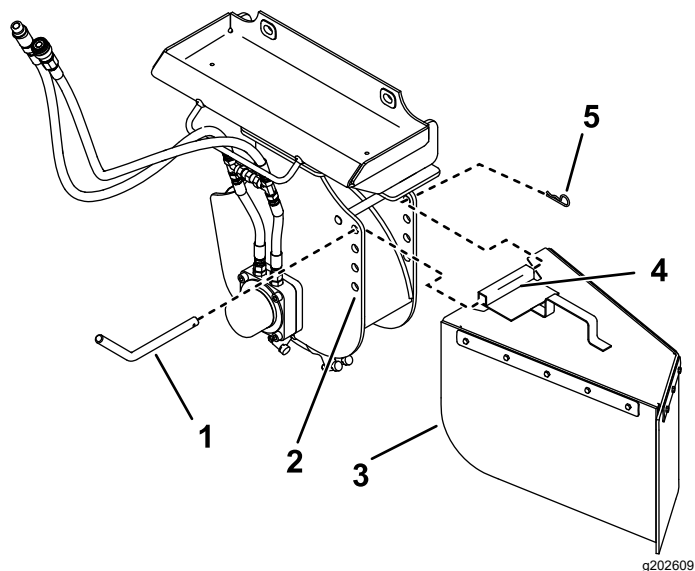

Figura 10
Maina de tocat cioturi are 4 seturi de orificii de montare pentru poziționarea protecției împotriva achiilor (Figura 10). Micai protecția în sus (orificii superioare) când
1. Poziionai tubul de montare pe protecia dintre 2 orificii de pe maina de tocat (Figura 10).
2. Glisai tiftul proteciei prin orificiile din maina de tocat i tubul de montare (Figura 10).
3. Fixai tiftul cu un tift în formă de agrafă (Figura 10).